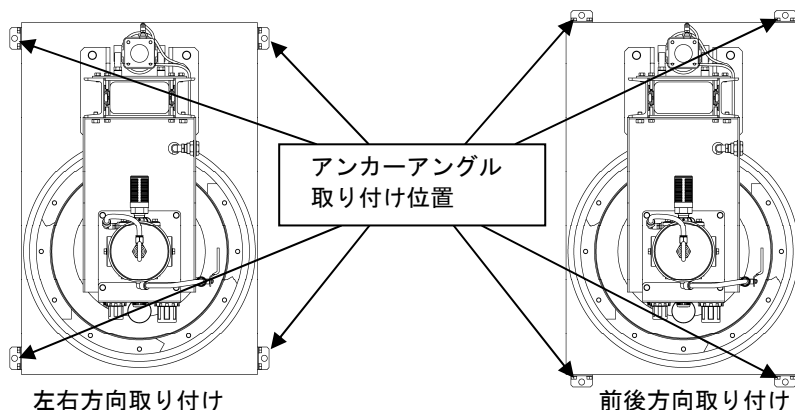

Fig. 3 アンカーアングル取り付け配置
- 2) 付属品のアンカー用アングルおよびボルト＋波形バネ座金を用意し、リフトベース周囲に取り付けてください。使用環境などを考慮して前後方向または左右方向に取り付け可能ですが、必ず4つ角方向に1つずつ配置してください。(Fig. 3)